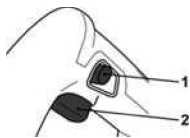

Fig. 2
Apăsăți întrerupătorul On/Off (2) pentru a pune produsul în funcțiune (Fig.2). Eliberați întrerupătorul On/Off (2) pentru a opri produsul.